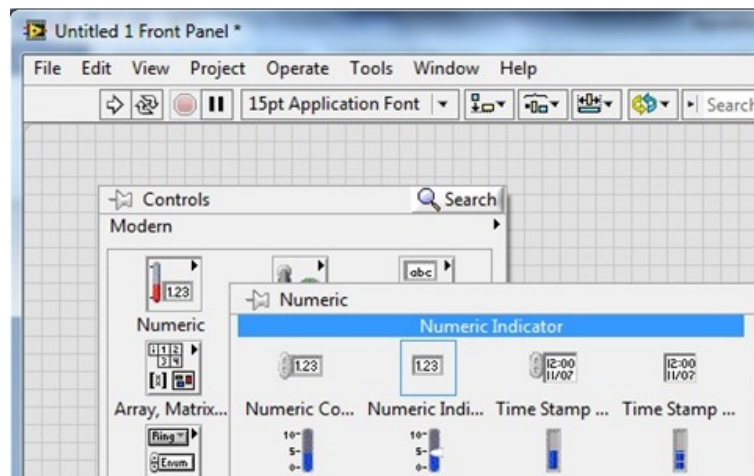

Figura 9 – Paletas de Controles e Indicadores Numéricos.
4. Na janela do painel frontal, primeiramente, crie um indicador numérico, para indicar graus Celsius, que deverá ser chamado “Valor”. Para isso, em qualquer local da área de trabalho do painel frontal, clique com o botão direito do mouse. Surge a paleta de Controle. Nela selecione e clique no ícone Numeric, depois na sub paleta Numeric, selecione e clique no ícone Numeric Indicator. Arraste o ícone, com o mouse e o solte, na posição desejada do painel frontal. A Figura 9 apresenta as paletas de controles e indicadores numéricos.